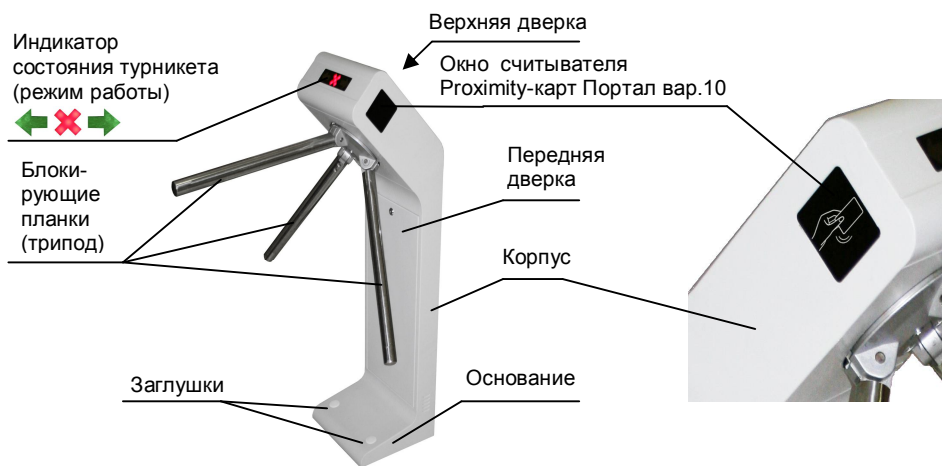

Рис.1 Общий вид турникета
В составе турникета установлены два бесконтактных считывателя Портал вариант 10 для обеспечения прохода в обоих направлениях (вход/выход). Считывание карты подтверждается сигналом зуммера и кратковременной сменой свечения индикатора состояния турникета (с красного крестика на зеленую стрелку) на лицевой стороне устройства (рис.1).
- на индикаторе состояния (рис.1) засветится красный крестик, необходимо поднять блокирующую планку (должна зафиксироваться в поднятом состоянии) – турникет находится в режиме «Ожидания»;